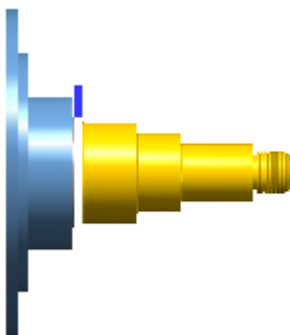

图 8.6.8 仿真结果
(1) 在“刀路”选项卡中单击按钮，然后单击“验证选定操作”按钮，系统弹出“Mastercam 模拟器”对话框。
(2) 在“Mastercam 模拟器”对话框中单击按钮，系统将开始进行实体切削仿真，结果如图 8.6.8 所示。